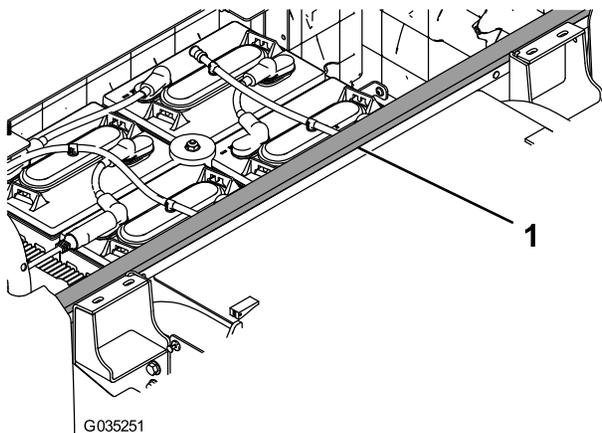

Рисунок 8
1. Удалите защитный слой с самоклеящейся поверхности заднего уплотнителя из пеноматериала и приклейте уплотнитель к автомобилю, как показано на Рисунок 8.